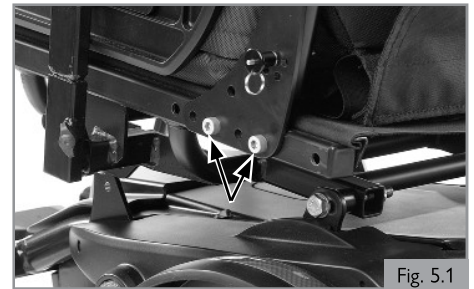

Fig. 5.1
1. Extraiga los dos tornillos del soporte del respaldo, uno a cada lado de la estructura, con una llave Allen de 6 mm y una llave inglesa de 13.0 mm (Fig. 5.1).